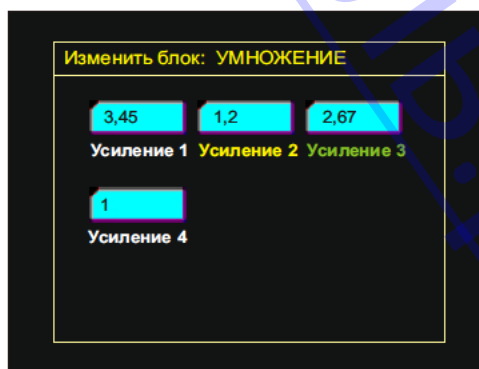

Рис. 38. Конфигуратор блока “Умножение”
9.2.4 Конфигуратор блока содержит следующие конфигурационные окна (Рис. 38):